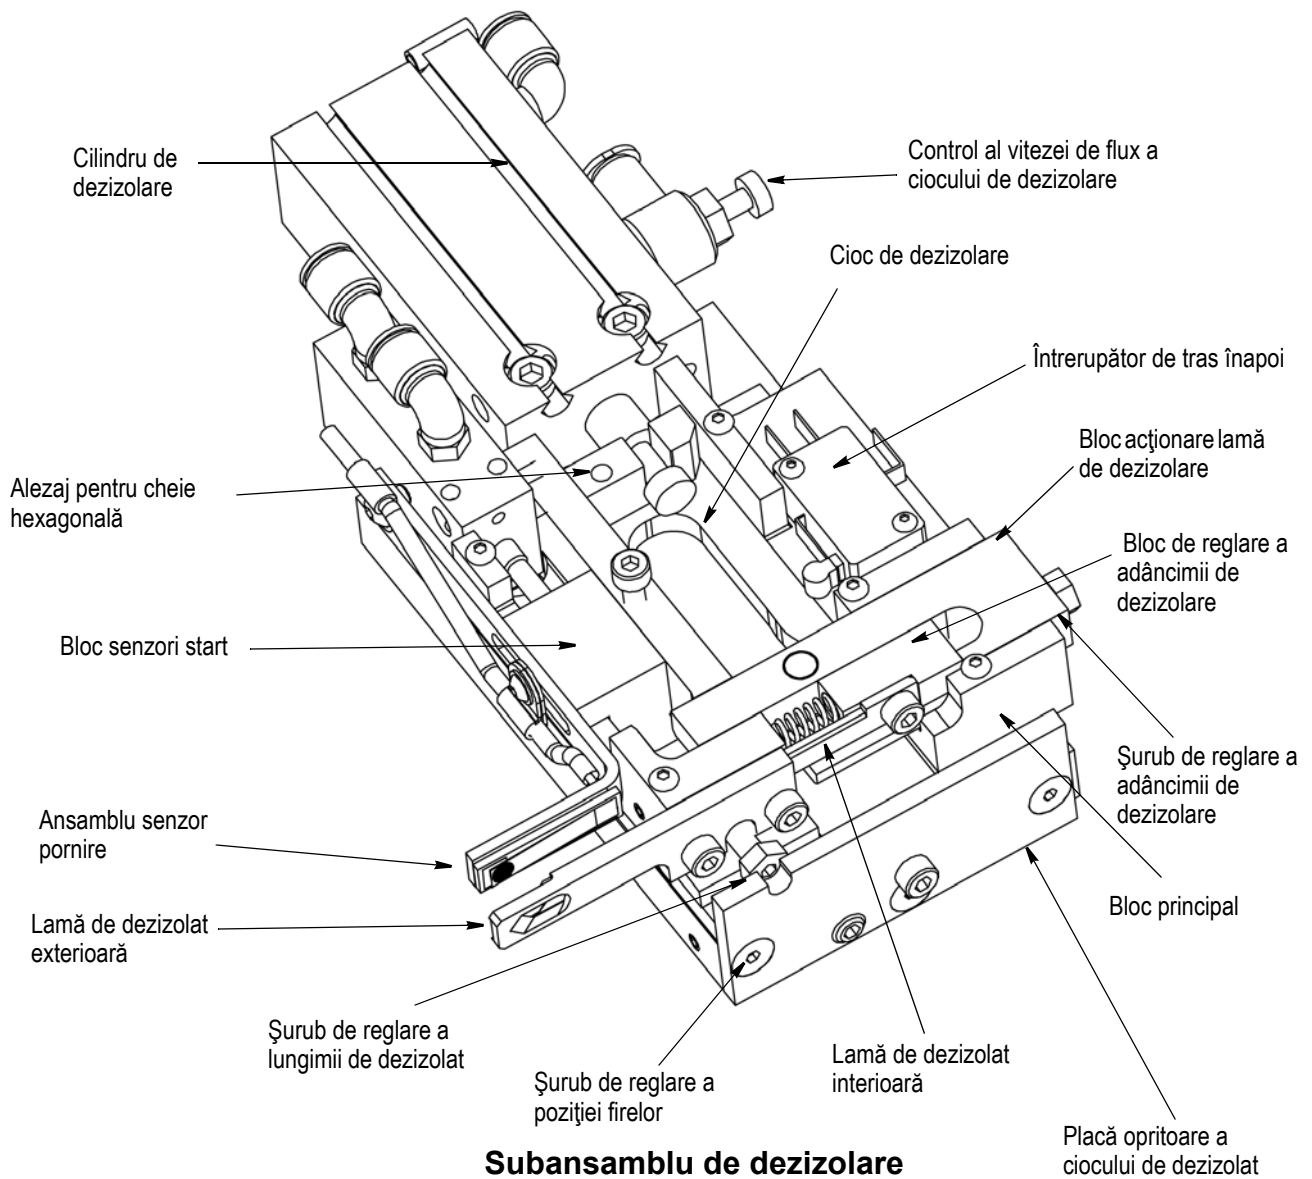
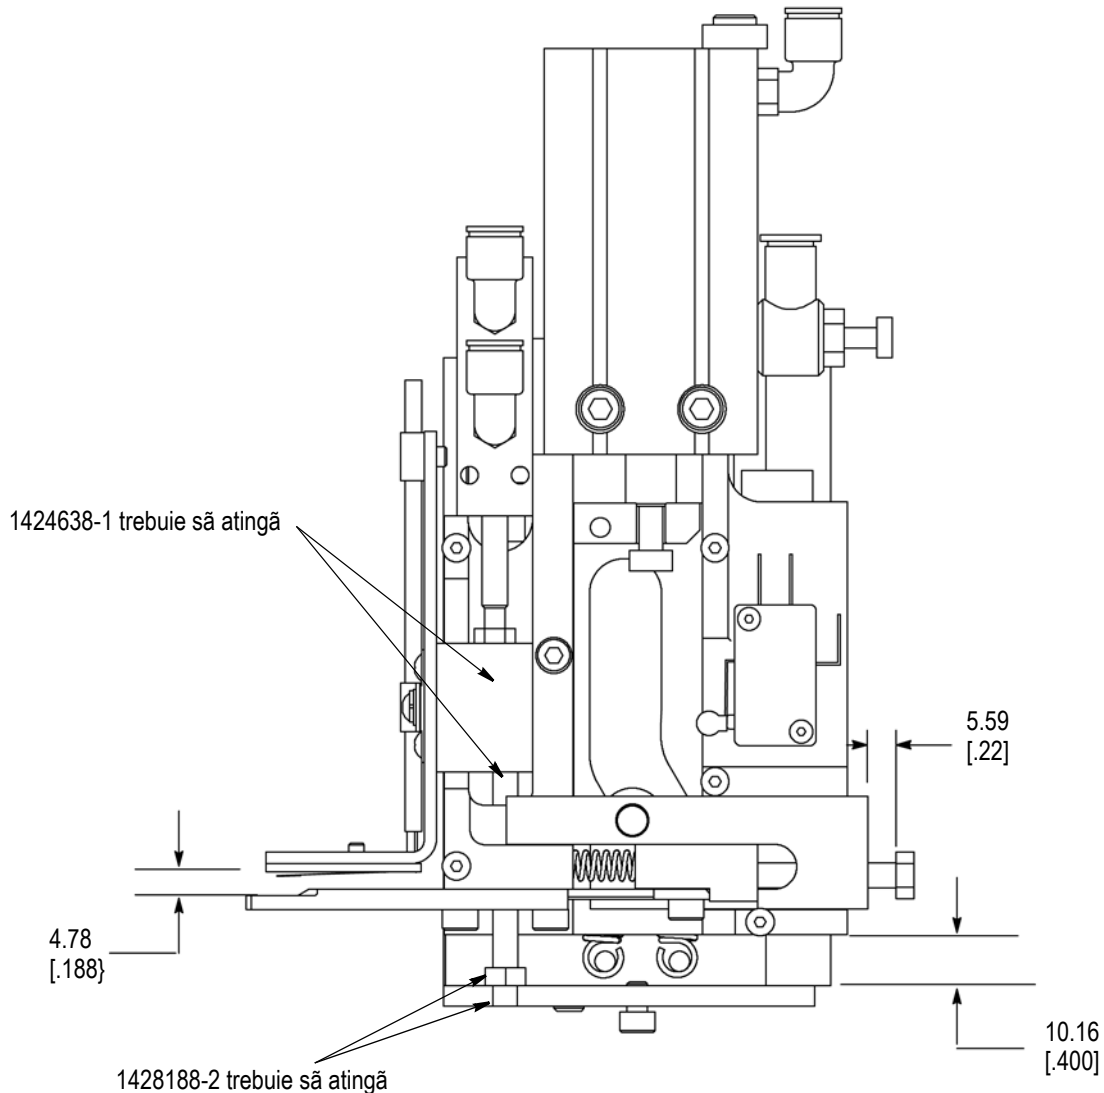

Figura 14
Figura 18
### 7.1. Reglarea închiderii lamei de dezizolat (Figura 14)
## 7.2. Reglarea lungimii de dezizolat (Figura 14)
## 7.3. Reglarea poziției firelor (Figura 14)
2. Împingeți subansamblul de transfer (Figura 15) împreună cu subansamblul de sertizare (Figura 14) spre partea dreaptă.
### 7.6. Reglarea vitezei ciocului de dezizolat (Figura 14)
5. Rotiți șurubul de reglare a lungimii de dezizolare (Figura 14) în sensul acelor de ceasornic până când blocul principal este 10.16 [.400] față de placa opritoare a ciocului de dezizolare. A se vedea Figura 18.